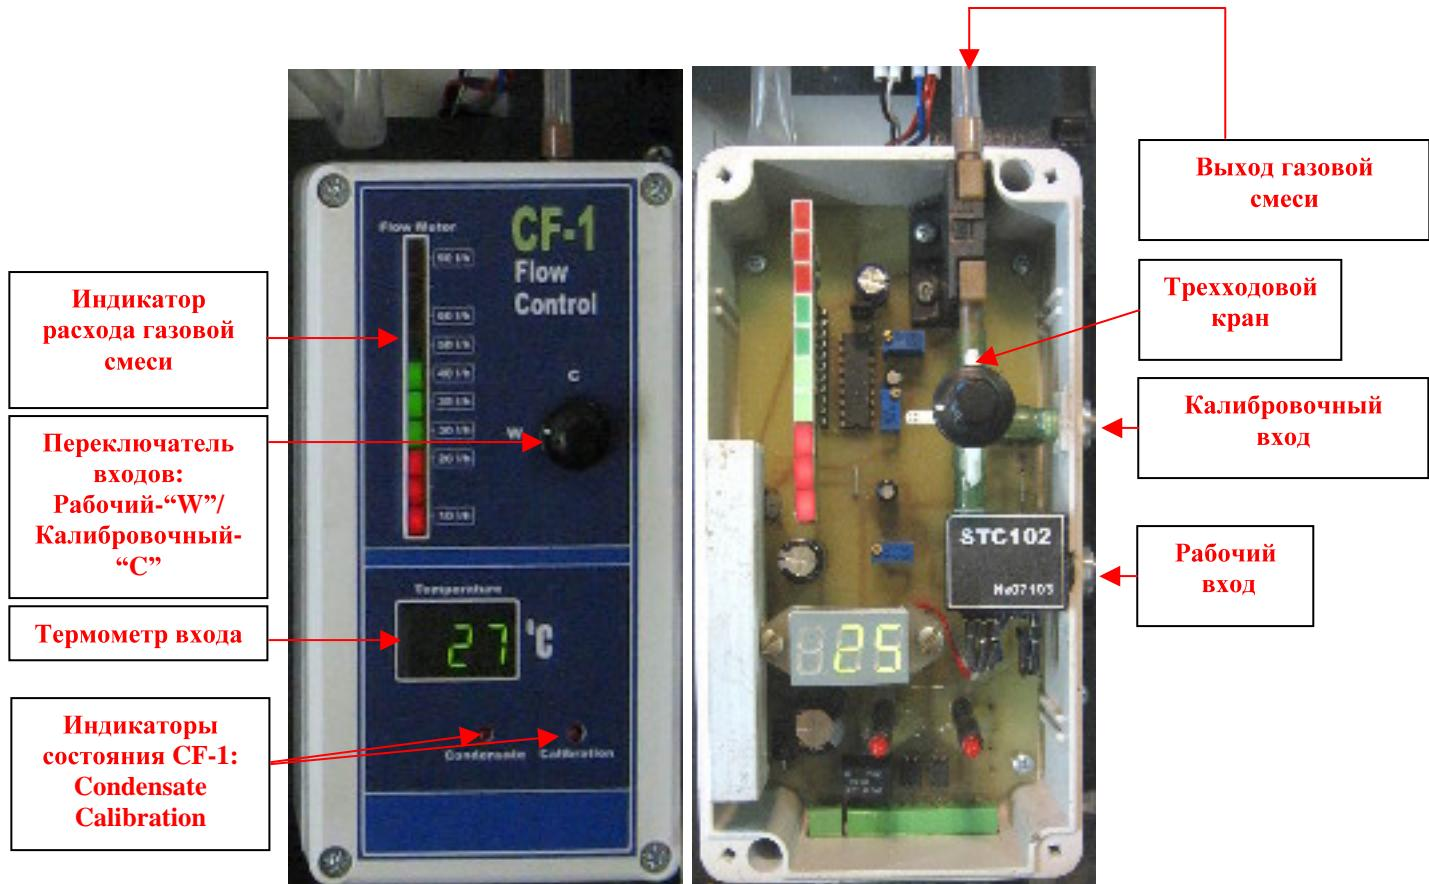
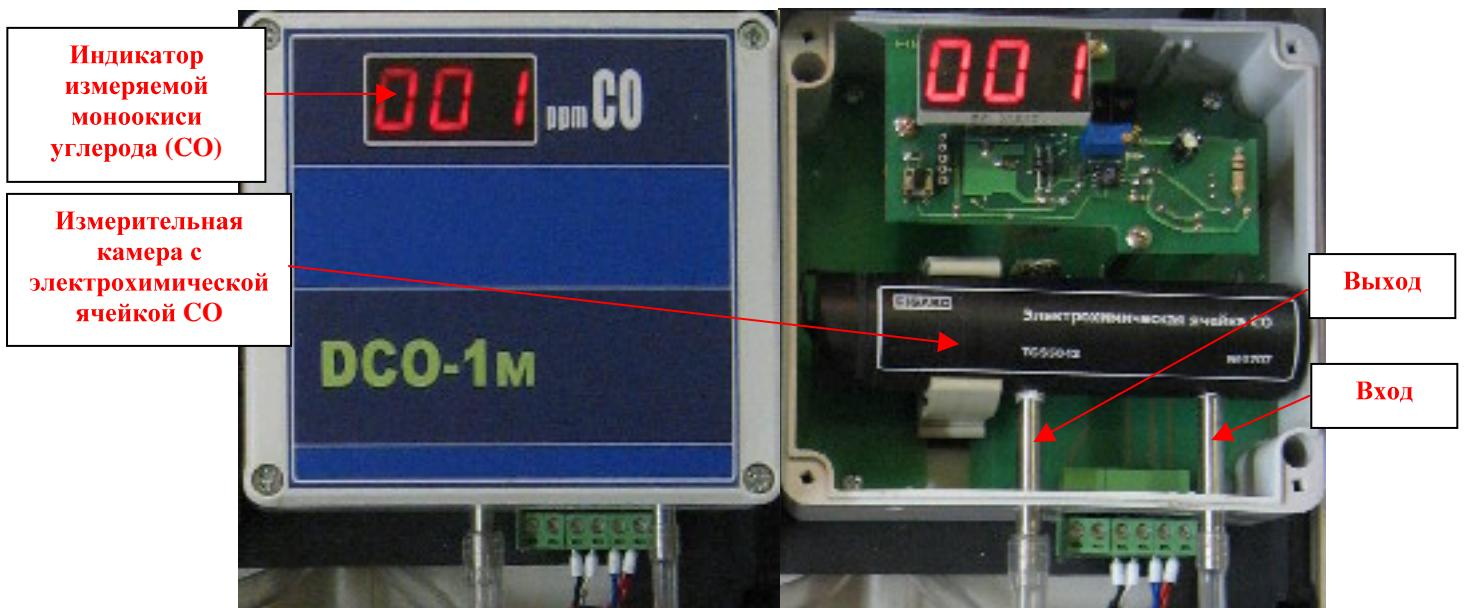

Рис.1. Внешний вид блока CF-1
Рис.2. Внешний вид датчика DCO-1м
5.2. Движение анализируемой газовой смеси в СКПГ-1м осуществляется по следующей схеме - газовая смесь после фильтра F1 подается на рабочий вход (также имеется калибровочный вход) блока CF-1 (см. рис.1) затем через выход подается на вход DCO-1м (см. рис.2).
5.3. Для обеспечения нормальной работы СКПГ-1м необходимо, чтобы расход анализируемой газовой смеси находился в пределах от 20 до 50 дм³/ч, зеленый сектор на индикаторе расхода газовой смеси (см.рис.1).
8.1.1. **Один раз в сутки** проверять и при необходимости корректировать расход анализируемой газовой смеси в пределах от 20 до 50 дм³/ч, зеленый сектор на индикаторе расхода газовой смеси блока СF-1 (см.рис.1).